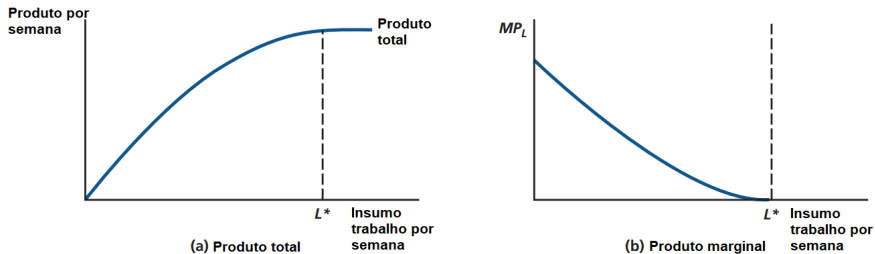

Figura 1. Relacionamento entre produto e trabalho
- Essa possibilidade é ilustrada na Figura 1.
- Uma interpretação geométrica do conceito de produto marginal é direta — trata-se da inclinação da curva de produto total, mostrada no painel a da Figura 1.